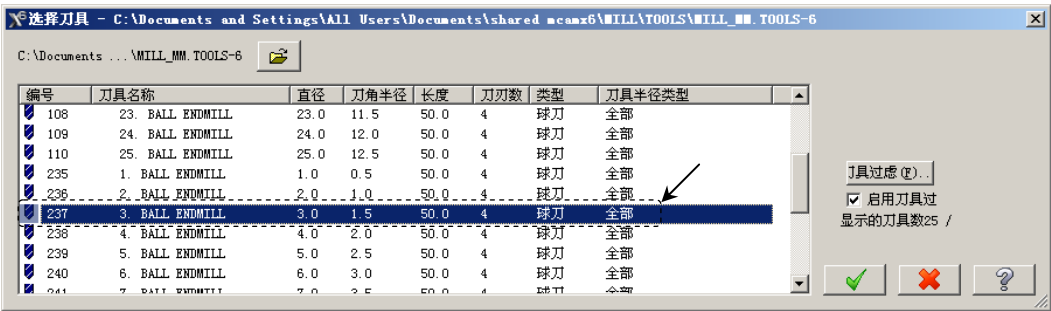

图 12.23 “选择刀具”对话框
Step4. 选择刀具。在“曲面精加工等高外形”对话框中，单击按钮，系统弹出“选择刀具”对话框，在该对话框的列表框中选择图 12.23 所示的刀具。单击按钮，关闭“选择刀具”对话框，系统返回至“曲面精加工等高外形”对话框。